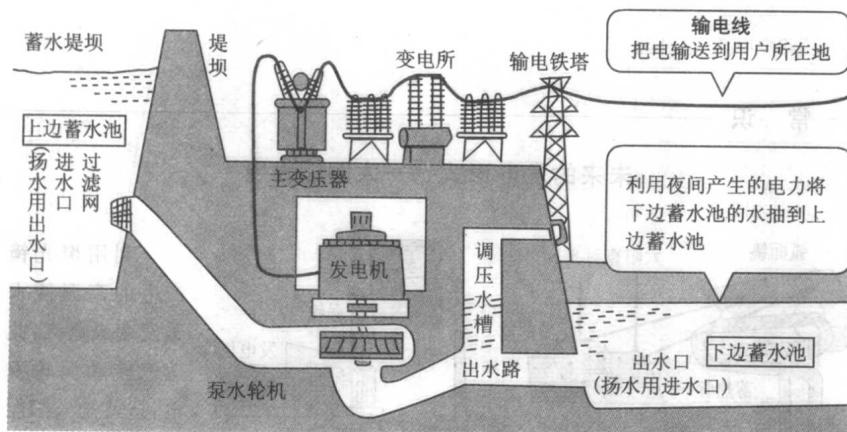

图 2 扬水发电站
**扬水发电原理** 扬水发电站如图 2 所示,在水力发电站的上边和下边各建造蓄水池,利用夜间产生的电力把下边的水抽到上边蓄水池,然后在次日白天再利用这些水发电。